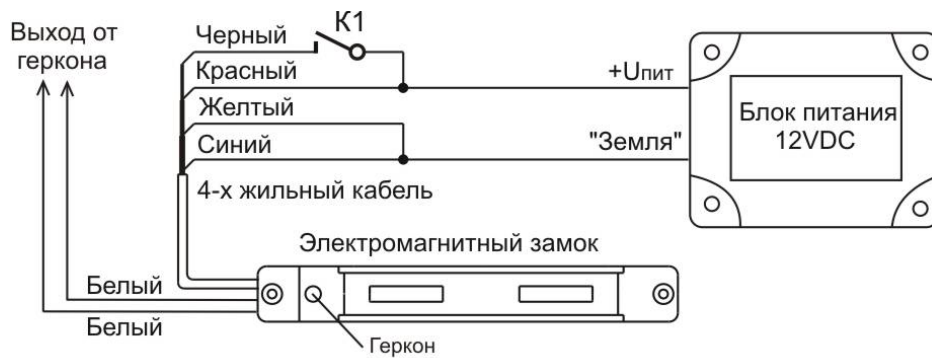
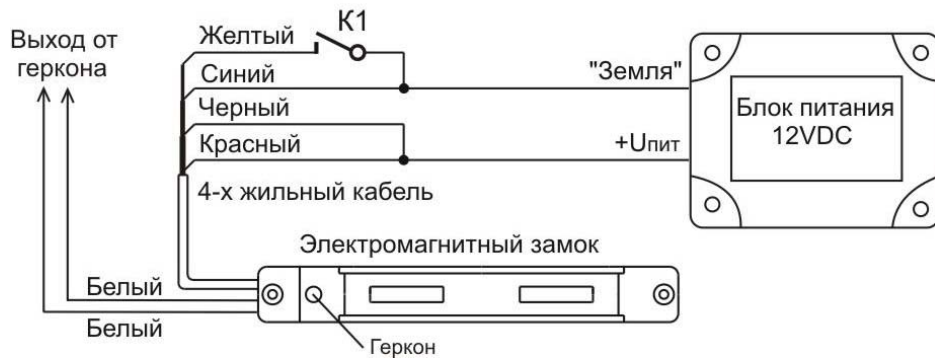

Рис. 8
Рис. 9
- 5.7 Схема подключения ЗАМКА при управлении по “+12В” показана на рис. 8. Схема подключения ЗАМКА при управлении по “земле” показана на рис. 9. При замыкании контакта управления замком К1 замок разблокируется.